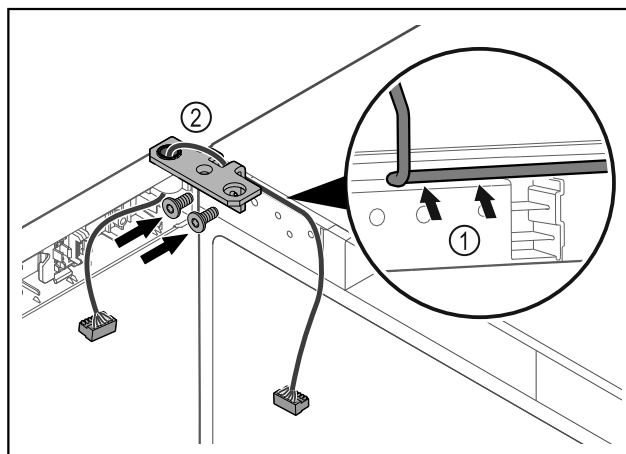

Fig. 41
- ▶ Provedite kabel kroz izrez na kutnoj šarki i oprežno ga položite Fig. 41 (1).
- ▶ Navrnite kutne šarke Fig. 41 (2).